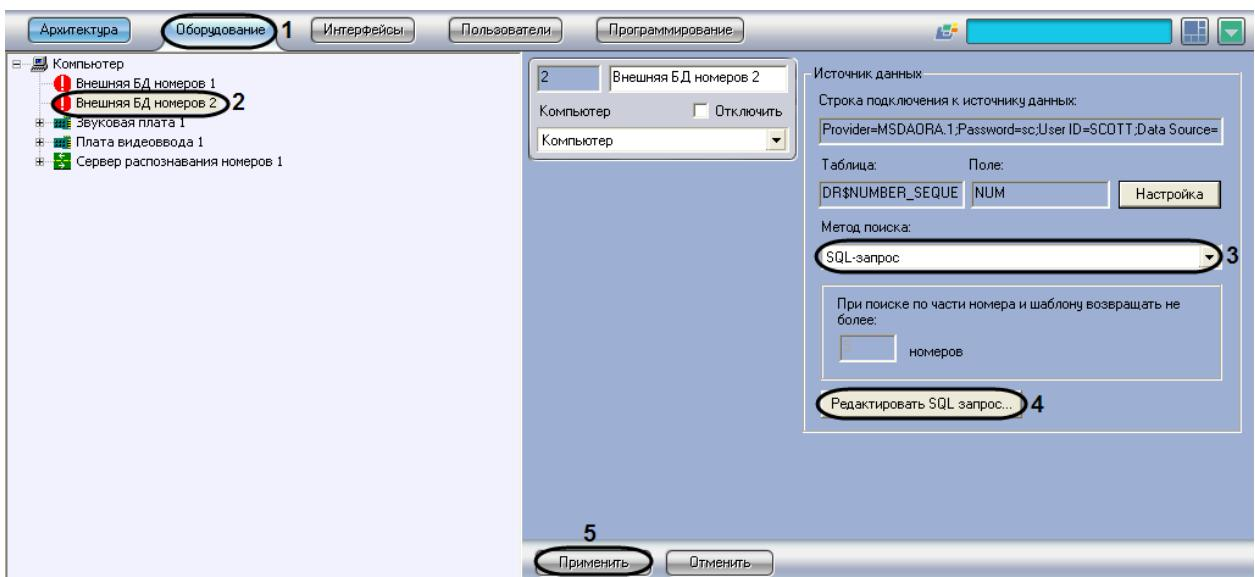

Рис. 7.5—12. Выбор Задание SQL-запроса
- Выбрать в дереве объект «Внешняя БД номеров» (Рис. 7.5—12, 2).
3. Из списка «Метод поиска» выбрать значение «SQL-запрос» (см. Рис. 7.5—12, 3).